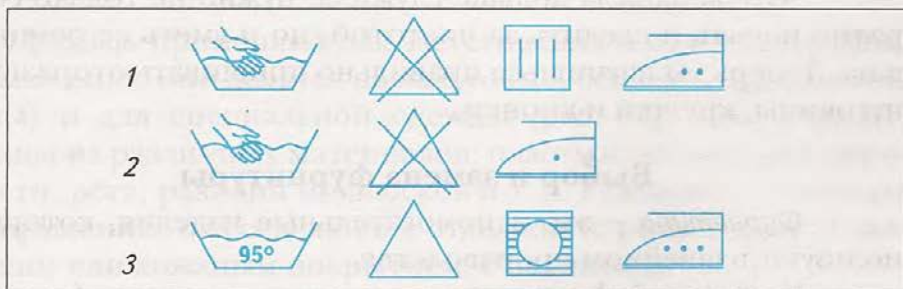

Рис. 82. Символы, встречающиеся на ярлыках
1. Расшифруй символы (рис. 82) и запиши в рабочей тетради, какому виду ткани они соответствуют.